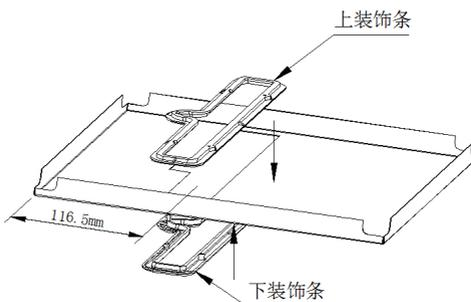

图3
6. 将上下装饰条扣进铝扣板上，用自攻螺丝固定，如图 3 所示。